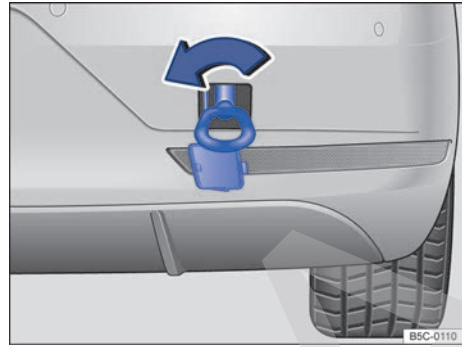

Fig. 200 En el lado derecho del paragolpes trasero: enroscar la argolla de remolque.
El alojamiento de la argolla de remolque enroscable se encuentra en el lado derecho del paragolpes trasero detrás de una tapa → fig. 200, → Ⓞ.
- Enrosque la argolla de remolque en el alojamiento girándola al máximo **en el sentido contrario al de las agujas del reloj** → fig. 200 → Ⓞ. Utilice un objeto adecuado con el que pueda enroscar completa y firmemente la argolla de remolque en su alojamiento.